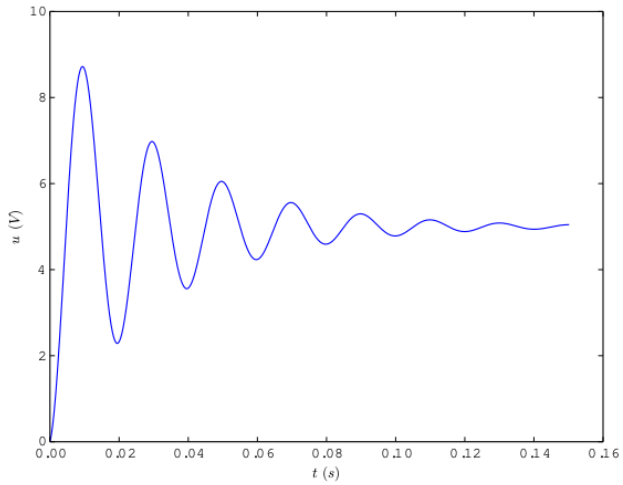

FIG. 1 : Charge du condensateur
2. À l'aide de la Figure 1 déterminer  $E$ ,  $\omega_0$ , et  $Q$  puis  $L$  et  $R$ .